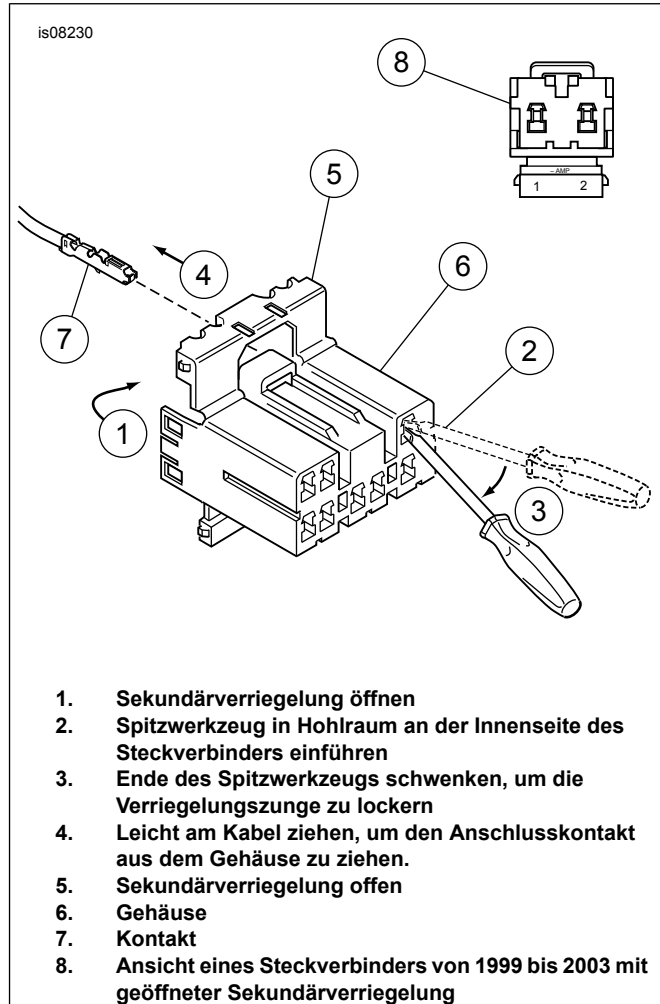

Abbildung 8. Amp-Multilock-Steckverbinder
Siehe Abbildung 8. **Modelle von 1996 bis 1998** sind unter dem Sitz mit einem 8-poligen Amp-Multilock-Steckverbinder ausgestattet. Modelle von 1999 bis 2003 sind unter der Schlussleuchtenstreuscheibe mit einem 2-poligen Amp-Multilock-Steckverbinder ausgestattet.
3. Siehe Abbildung 8. **An Modellen von 1999 bis 2003** muss die Schlussleuchtenstreuscheibe abgenommen werden, um Zugang zum Amp-Multilock-Steckverbinder zu erhalten. **Für Modelle von 1996 bis 1998** mit Amp-Multilock-Steckverbindern, die Anleitung im Werkstattbuch befolgen, um die Steckverbinder aus den Haltevorrichtungen auszubauen.